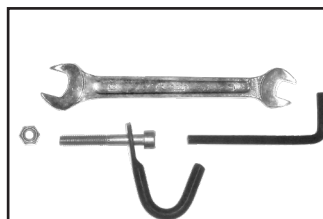
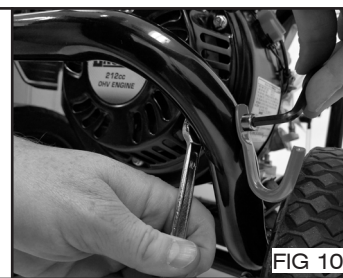

FIG 9
FIG 10
5. Instale el gancho inferior de la pistola, utilizando (1) tornillo de cabeza hueca M6 x 45 mm de longitud, (1) tuerca M6, la llave hexagonal y la llave de boca fija incluidas (FIG 9). Apriete el tornillo firmemente (FIG 10).